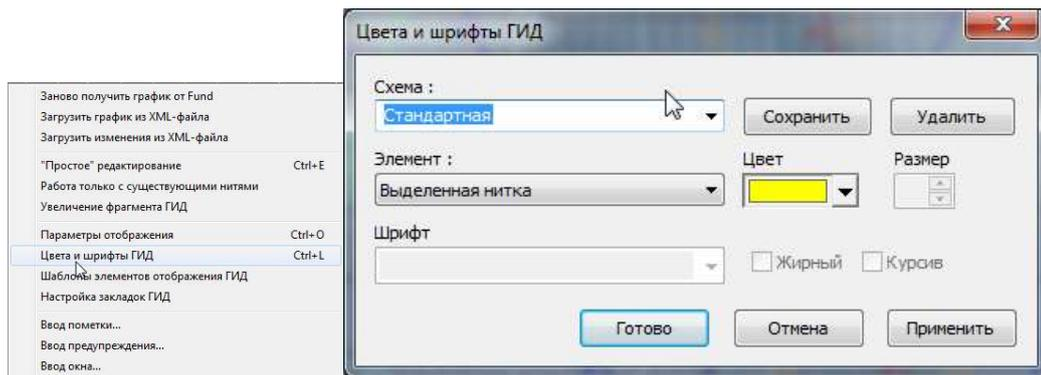

Рис.340.
9.2.4. Выбор этого пункта меню выводит на экран окно «Цвета и шрифты ГИД» (см. рис.340).